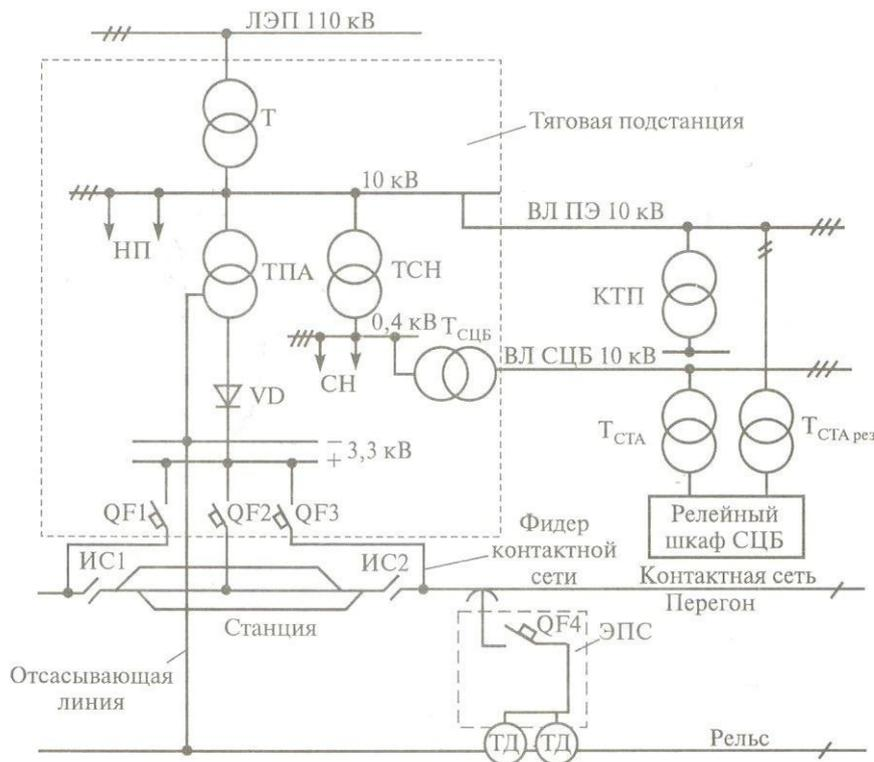

Рисунок 6.1 Тяговая подстанция постоянного тока
1. Вычертить тяговую подстанцию постоянного тока, рисунок 6.1